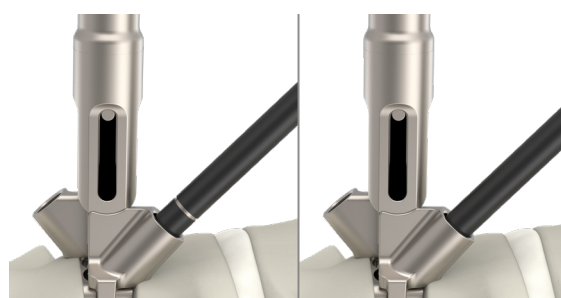

Figura 18
- 12** Introduzca el destornillador con el tornillo a través del portaimplantes hasta que la punta del tornillo encaje en el orificio guía (Figura 17). Utilizando una técnica de tres dedos, gire el destornillador en el sentido de las agujas del reloj para insertar el tornillo en la trayectoria del orificio guía. El tornillo está cerca de su posición final una vez que la línea plateada del destornillador alcanza el extremo proximal del tubo guía (Figura 18). Ajuste el tornillo hasta que sienta que la parte inferior de la cabeza de este entra en contacto con la base de la cavidad del orificio del tornillo, sin emplear una fuerza excesiva. Confirme la correcta colocación mediante fluoroscopia.